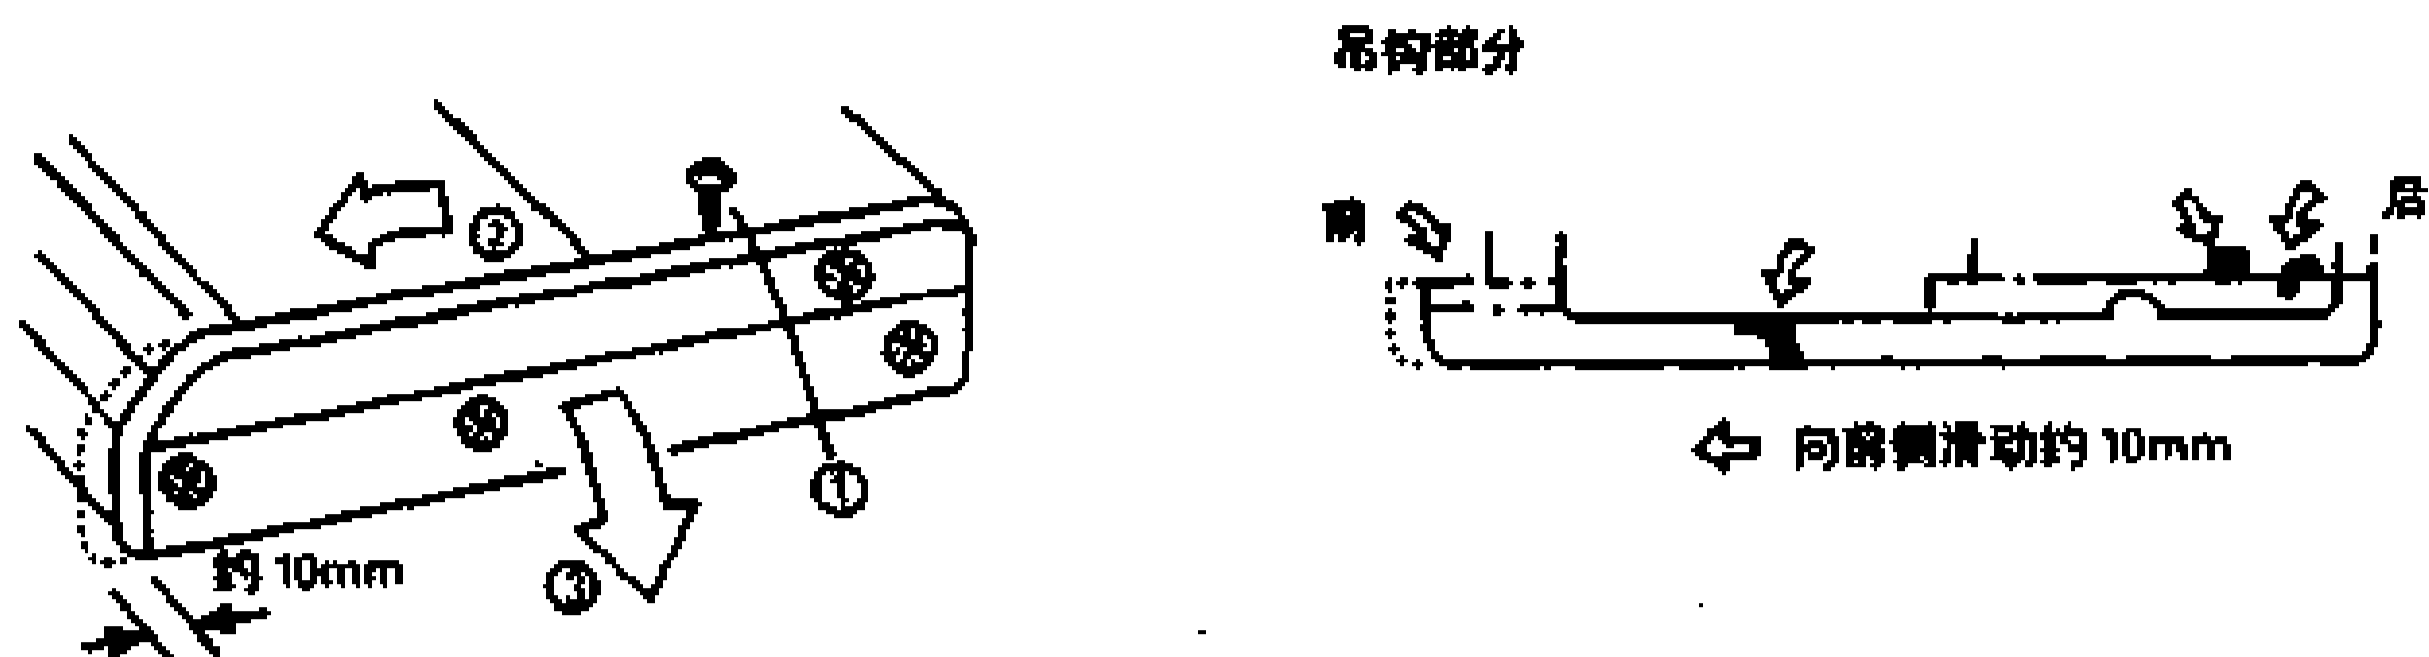

图 6-2-6
2) 将侧板向前侧滑动约 10mm，脱开 4 个吊钩（记号），然后从机器拆下侧板。如图 6-2-6 所示。